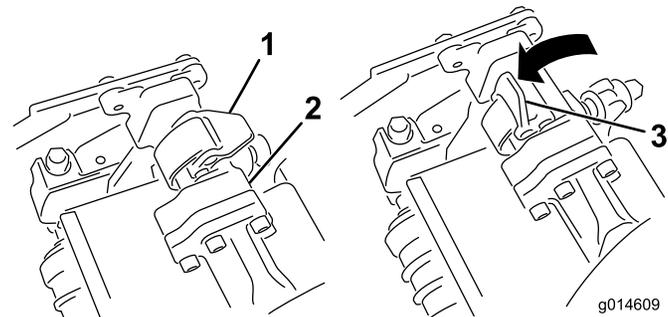
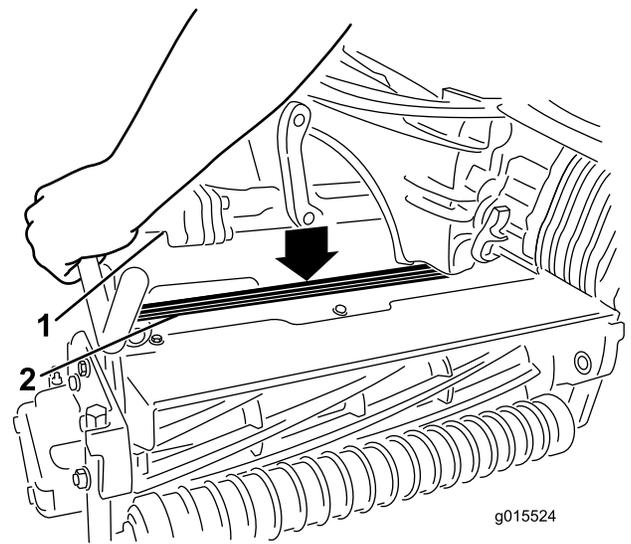

图35
图36
4. 当悬挂臂架上的闩锁指向上方（即打开）时（图35），向下压悬挂臂，使悬挂臂架与滚刀组上方的支架相契合（图36）。
5. 向下并绕着滚刀组架关闭闩锁，将它们锁定到位（图35）。
5. 打开您正在拆下的滚刀组悬挂臂上的闩锁（图35）。